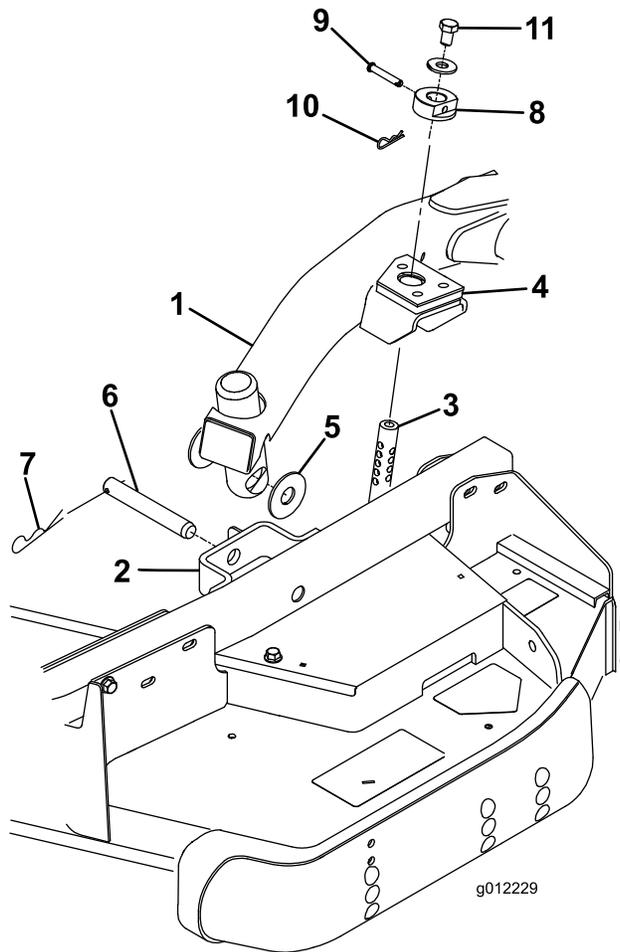

図 24
4. 昇降レバーをフロート位置にセットする。昇降アームを押し下げて、昇降アームについている穴とキャスタアームのブラケットについている穴を整列させ、昇降アームのパッドに刈高ロッドを挿入できるようにする 図 24。
トの間にスラストワッシャを入れ 図 24、コッターピンを、キャストアームタブのスロットに差し込んで固定する。
9. 刈高ロッドに刈高カラーを取り付け、クレビスピンとヘアピンコッターで固定する 図 24。
10. 刈高ロッドのそれぞれの上部に、ボルト1/2 x 3/4"とワッシャを取りつける 図 24。